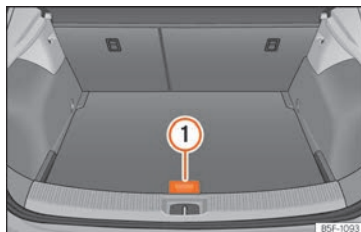

Fig. 191 Maletero: suelo variable
- Levante el suelo variable por el asidero » » » **fig. 191** ①, tire de él y empuje hacia el respaldo de los asientos posteriores hasta que la parte móvil del suelo repose sobre el mismo.